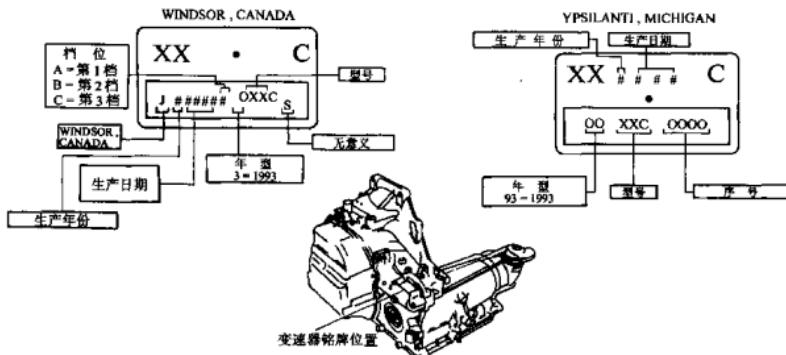

图 1-1 变速器铭牌
所有自动变速器都有一个要在表面易见位置的金属识别铭牌。此铭牌的位置见图 1-1。铭牌上的信息会对您根据零件目录订购更换零部件时有所帮助。
4T60-E 全自动变速器广泛应用于通用 (GM) 汽车公司 90 年代凯迪拉克 (Cadillac)、别克路霸 (Buick Roadmaster)、雪佛兰普拉斯 (Chevrolet Price) 等车型，其铭牌位置见图 1-1。